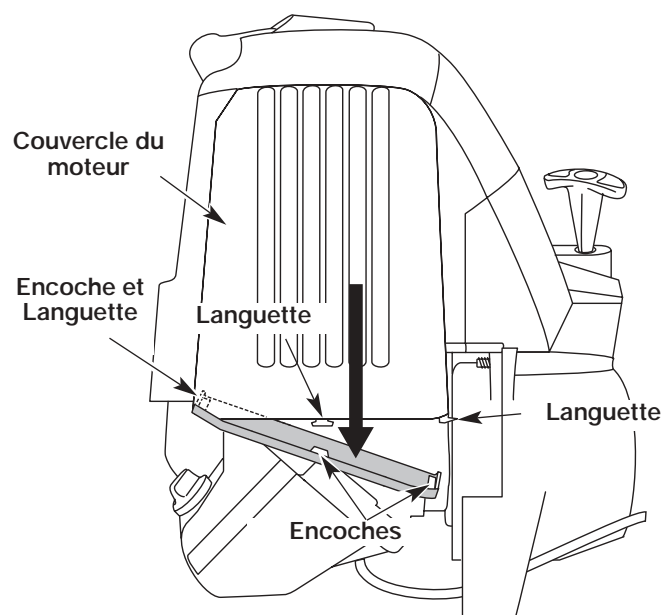

Fig. 62
1. Retirez le couvercle du silencieux en appuyant sur le coin à l'aide d'un tournevis à lame plate (Fig. 62). Glissez les encoches sur les côtés du couvercle par-dessus les languettes du couvercle du moteur et retirez le couvercle.
13. Remplacez le couvercle du silencieux. Glissez avec un déclic les encoches sur les côtés du couvercle par-dessus les languettes du couvercle du moteur (Fig. 62).